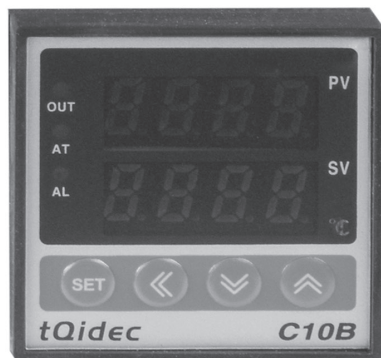

*Bild 1*
2. Der Deckel kann auch zum Aufheizen von Kokillenblöcken verwendet werden. Stellen Sie einfach den Kokillenblock zum Aufheizen auf den Deckel, während Sie darauf warten, dass das Material im Schmelztiegel die gewünschte Gusstemperatur erreicht hat (*Bild 1*)